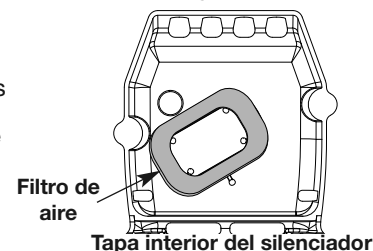

Fig. 14
8. Si se instalan correctamente, las cuatro líneas tendrán la misma longitud (Fig. 14).
2. Gire la tapa y ubique el filtro de aire adentro. Saque el filtro de aire de adentro de la tapa del filtro de aire / silenciador (Fig. 14).